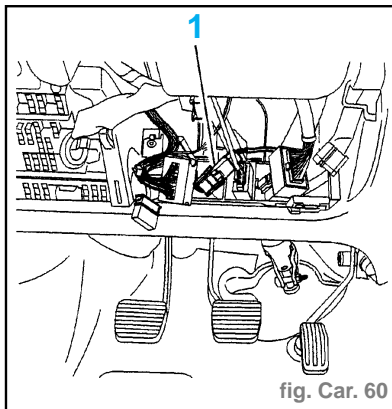

fig. Car. 60
- Dégraffer le connecteur (1) (marron) (fig. Car. 60).